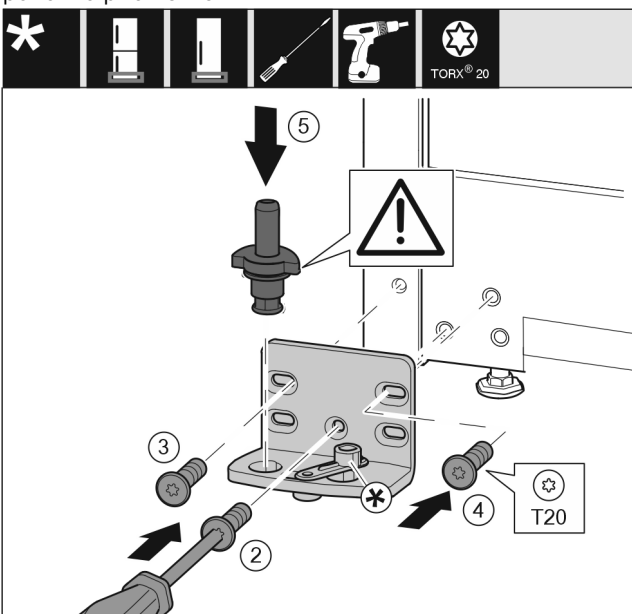

Fig. 20
- ▶ Postavite podložak ležaja na drugu stranu i pritegnite ga odvijačem. Započnite s vijkom Fig. 20 (2) dolje u sredini.
- ▶ Pritegnite vijak Fig. 20 (3) i vijak Fig. 20 (4).
- ▶ Potpuno umetnite podložak ležaja Fig. 20 (5). Pritom se pobrinite za to da je uskočna izbočina okrenuto prema natrag.